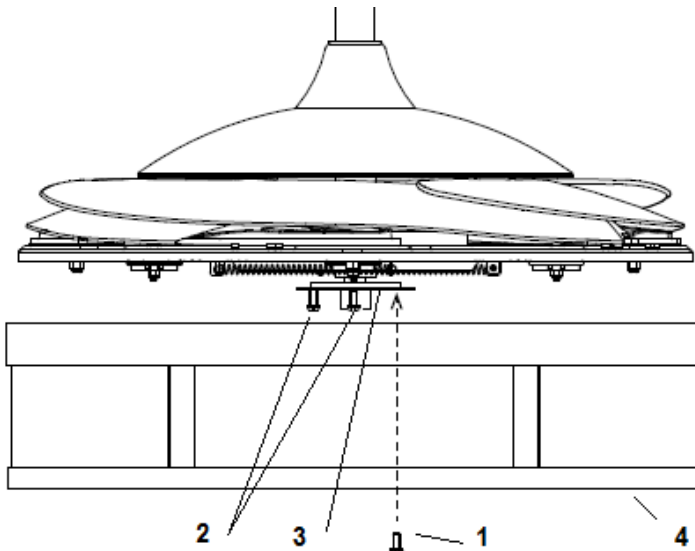

Fig. 6
41. Draai de schroef (1) uit de beugel van de lampenkap (3) los. Breng de twee sleufschroeven (2) op één lijn met de sleutelgaten van de lampenkap (4). Fig.6